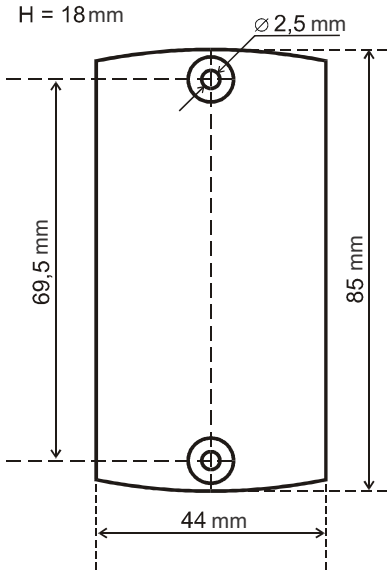

Bild. 1
- Märk ut och borra fästhål (bild 1);